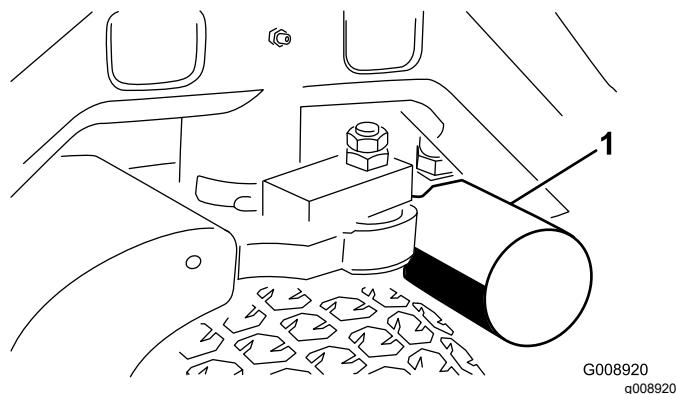
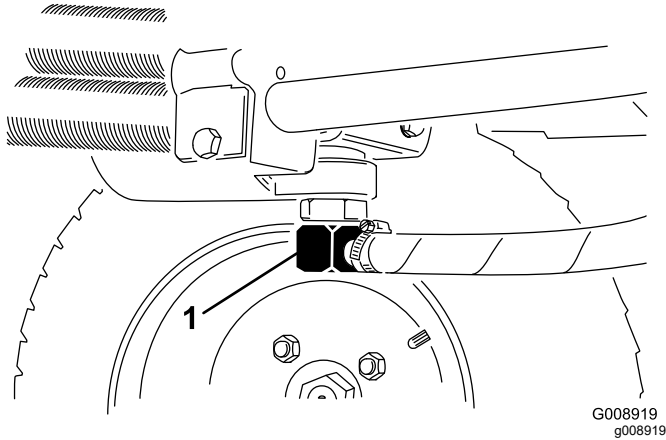

Figura 64
Figura 65
3. Pulite la superficie circostante il filtro. Collocate una bacinella di spurgo sotto il filtro (**Figura 64**), e togliete il filtro.
2. Scollegate il tubo idraulico (Figura 65) o togliete il filtro idraulico (Figura 64) e lasciate defluire il fluido idraulico in una bacinella. Quando il fluido idraulico cessa di defluire, montate il tubo idraulico.